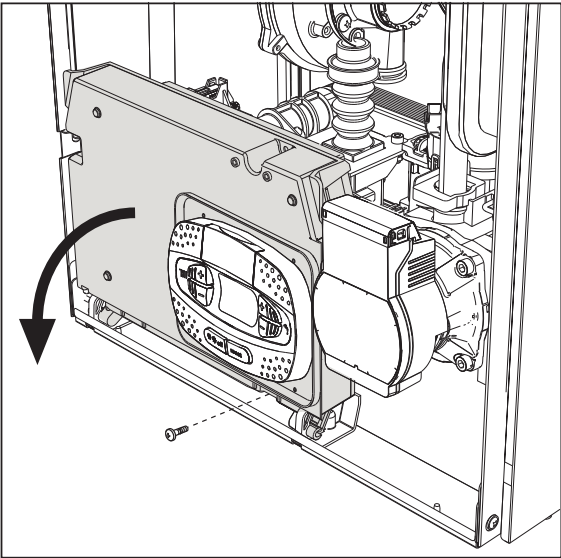
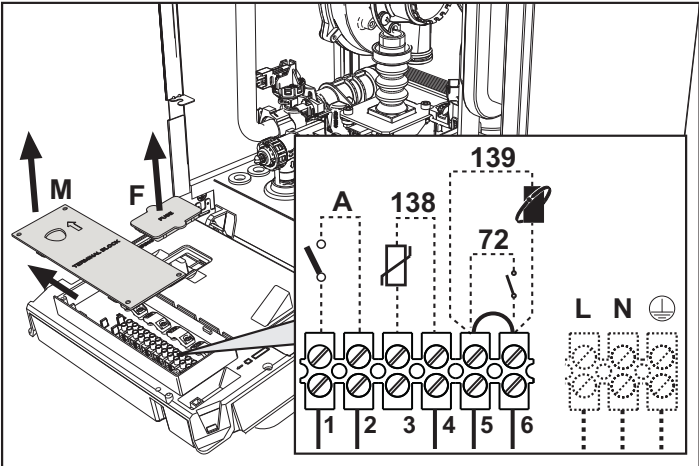

рис. 19
рис. 20
После снятия передней панели (*** 'Открытие передней панели' on page 131 ***) можно получить доступ к клеммной колодке (М) и предохранителю (F), действуя согласно нижеприведенным указаниям (рис. 19 и рис. 20). Клеммы, указанные на рис. 20, должны иметь чистые контакты (не 230В). Расположение зажимов и их назначение показаны также на электрической схеме на рис. 63.
Конфигурация выключателя ON/OFF (А рис. 20)